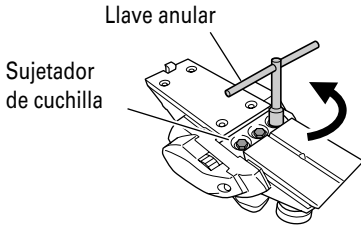

Fig. 7
- (1) Tal como se observa en la Fig. 7, extraiga los tres pernos de fijación de la cuchilla con la llave anular suministrada, y saque el sujetador de cuchilla.